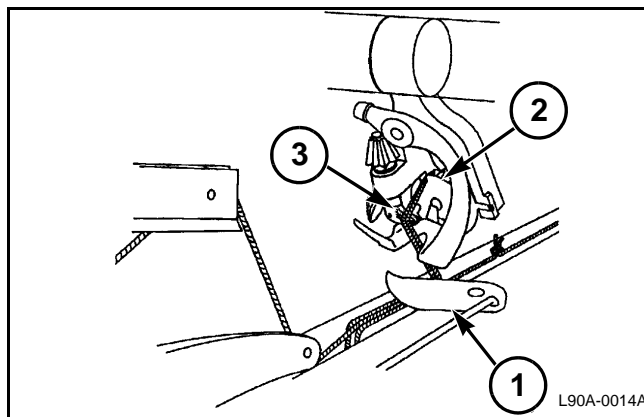

FIG. 13
FIG. 13: La uñeta del cordel (1) se mueve por segunda vez, recogiendo los dos cordeles sostenidos por el disco (2). La uñeta del cordel coloca los dos cordeles en la ruta de la podadora (3) para el siguiente giro de la podadora.